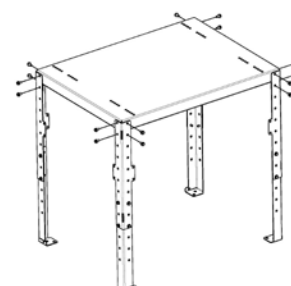

Fig. 40 - Monte las patas y el plano
- Fije el plano de apoyo del insertable encima de las patas (véase **Fig. 40**).